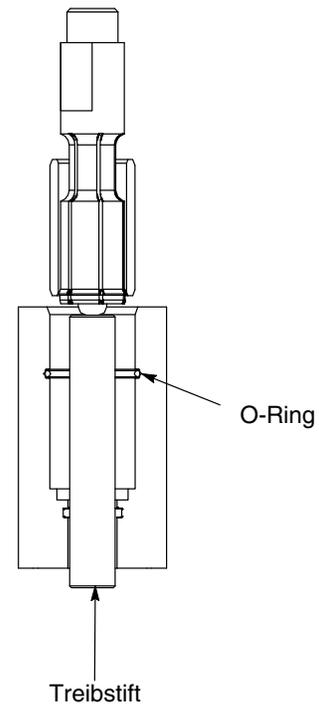

Abb. 15 Buchse abnehmen
8. Siehe Abb. 15. Den Werkzeugtreibstift mit einem weichen Hammer klopfen, um die Buchse aus dem Gehäuse zu treiben.